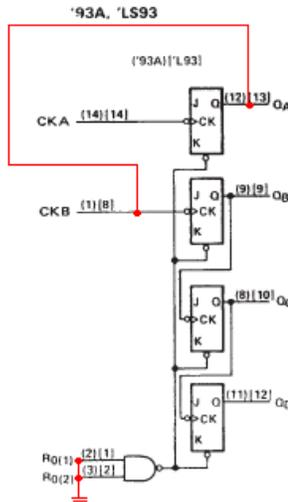

Figura 3 Ligações do CI 7493 (ou 74LS93) para contagem em binário
2.1(2,0 pontos) 1º montar os contadores binários de forma que contem de 00H a FFH. Cada contador deve ser montado como mostra a Figura 3(ver folhas de dados do CI). Verificar suas saídas no osciloscópio e mostrar à Professora. Cada saída deve apresentar a frequência da saída anterior dividida por 2 ( $Q_a = f_{CIK}/2$ ,  $Q_b = f_{CIK}/4$ ,  $Q_c = f_{CIK}/8$ ,  $Q_d = f_{CIK}/16$  para o 1º contador e  $Q_a = f_{CIK}/32$ ,  $Q_b = f_{CIK}/64$ ,  $Q_c = f_{CIK}/128$ ,  $Q_d = f_{CIK}/256$ ).